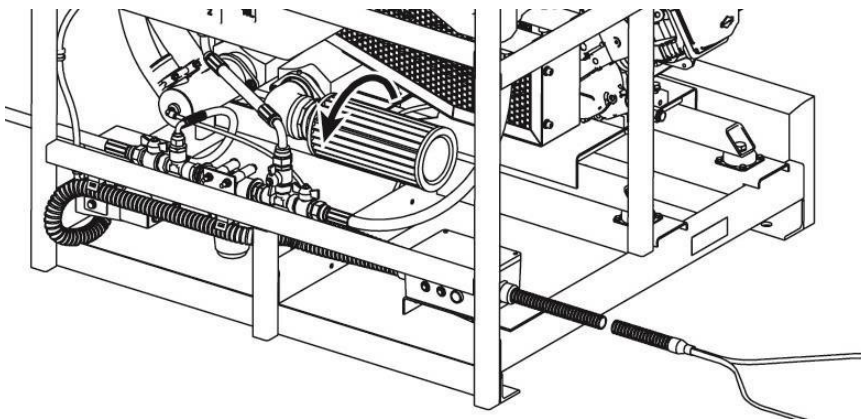

Fig. 11 - Filtro de aire (cubierta retirada)
1. Localice el presostato montado en la pieza en T a la salida de la bomba (véase la fig. 11). Deslice la tapa negra para separarla del cuerpo del presostato, teniendo cuidado de no desconectar los dos cables.